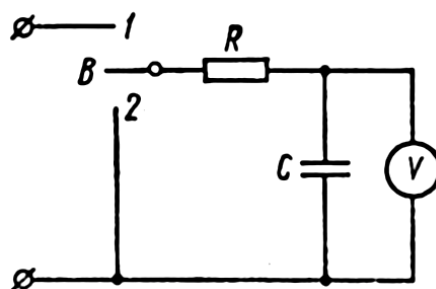
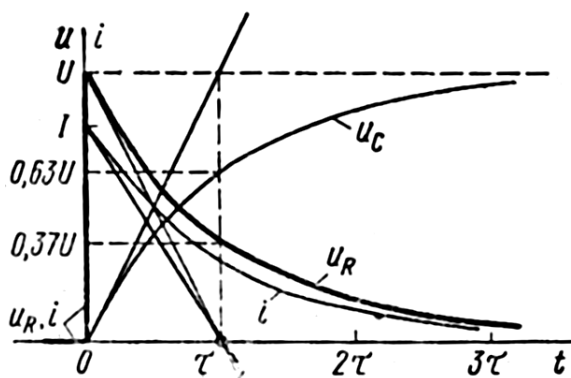

Рисунок 1
Рисунок 2
При включении конденсатора на постоянное напряжение (рисунок 1) в цепи возникает электрический ток, пластины конденсатора начинают заряжаться. В первый момент ток от нулевого значения скачком возрастает, затем начинает уменьшаться по экспоненциальному закону (рисунок 2):
За время  $t = \tau$  напряжение  $u_C$  при зарядке конденсатора возрастает до значения  $0,63 \cdot U$ . Отсюда следует простой способ нахождения  $\tau$  графическим методом по известной кривой напряжения (рисунок 2). Приняв значение  $U$  за единицу, находят величину  $0,63 \cdot U$ , а затем, отложив эту ординату, по графику определяют абсциссу  $\tau$ . Если известна кривая тока, то откладываем ординату  $0,63 \cdot I$  и аналогично определяем абсциссу  $\tau$ .
1. Собрать цепь (рисунок 1) и показать её преподавателю для проверки.